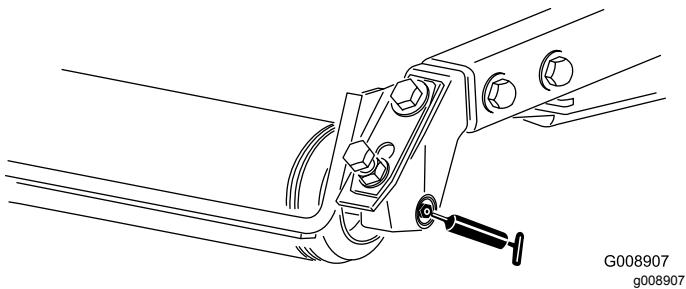

Figura 56
- Cuscinetti a rulli posteriori (2 per apparato di taglio) (Figura 56)